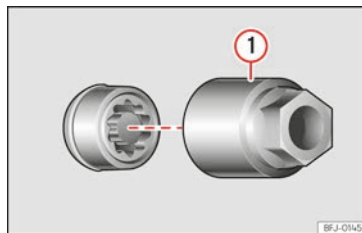

Abb. 261 Diebstahlhemmende Radschraube mit Abdeckkappe und Adapter.
- Setzen Sie den Spezialadapter » (Abb. 261) (Bordwerkzeug » S. 350) bis zum Anschlag in die diebstahlhemmende Radschraube ein.